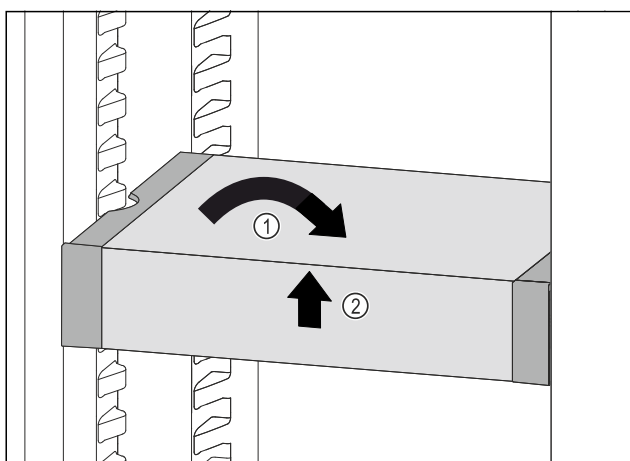

Fig. 88
- ▶ Remettre le VarioSafe droit. Fig. 88 (1)
- ▶ Soulever la partie avant du VarioSafe. Fig. 88 (2)